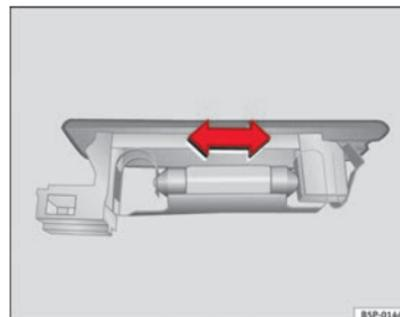

Abb. 207 Gepäckraumbeleuchtung
- Drücken Sie die Lampe zur Seite und nehmen Sie sie aus ihrer Halterung heraus ⇒ **Abb. 207**. ■